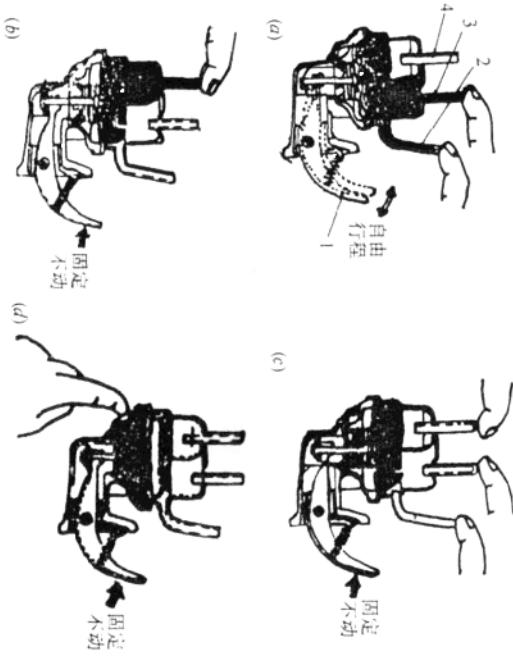

图 1-19 检查汽油泵示意图
(9) (图 1-19) 为检测判断 Y 系列汽车汽油泵故障示意图 (图中黑色标记表示汽油泵填满位置)。在检测前先将汽油泵内泵入一些汽油，以排除油泵空腔内空气和保持阀门油封紧密密封。
① 检查进油阀 用右手食指和中指堵塞出油管和回油管 (YS 除外，见图中 a)。检查摇臂 1 是否有自由行程 (无回弹力)。否则可判断为密封不良。
② 检查出油阀 用左手食指堵塞进油管 4 (见图中 b)，用右手推动摇臂 1 是固定不动 (无自由行程)。否则可判断为出油阀